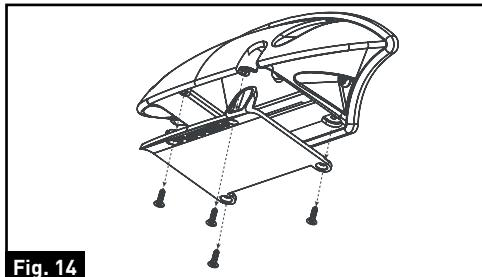

Fig. 14
- Si vous installez uniquement le support de montage, fixez le câble d'alimentation de la caméra à l'intérieur du support et fixez le couvercle. [Fig. 14]